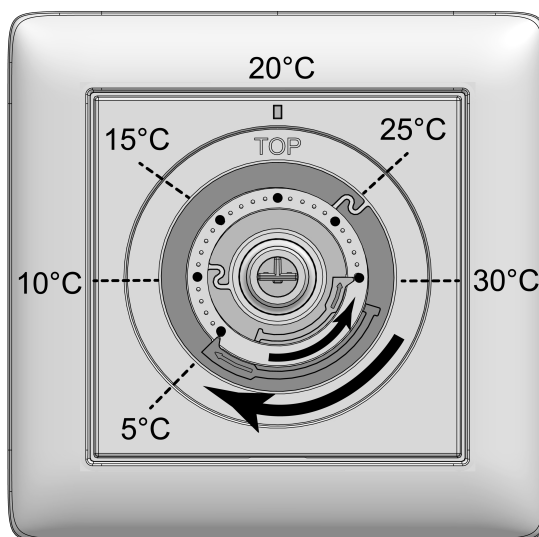

Imagen 4: Anillos de ajuste para limitación de la temperatura
En la posición intermedia, el aparato regula la temperatura de consigna a aprox. 20 °C. La temperatura ambiente alcanzada depende del lugar de montaje del aparato y de las condiciones ambientales. La menor temperatura nominal asciende a aprox. 5 °C y la máxima temperatura de consigna a aprox. 30 °C (Imagen 4).
- Retirar el botón de manejo (5) de la placa central (4) para que los anillos de ajuste (7) sean visibles (Imagen 4). Los valores de temperatura mostrados en la imagen sirven como orientación.